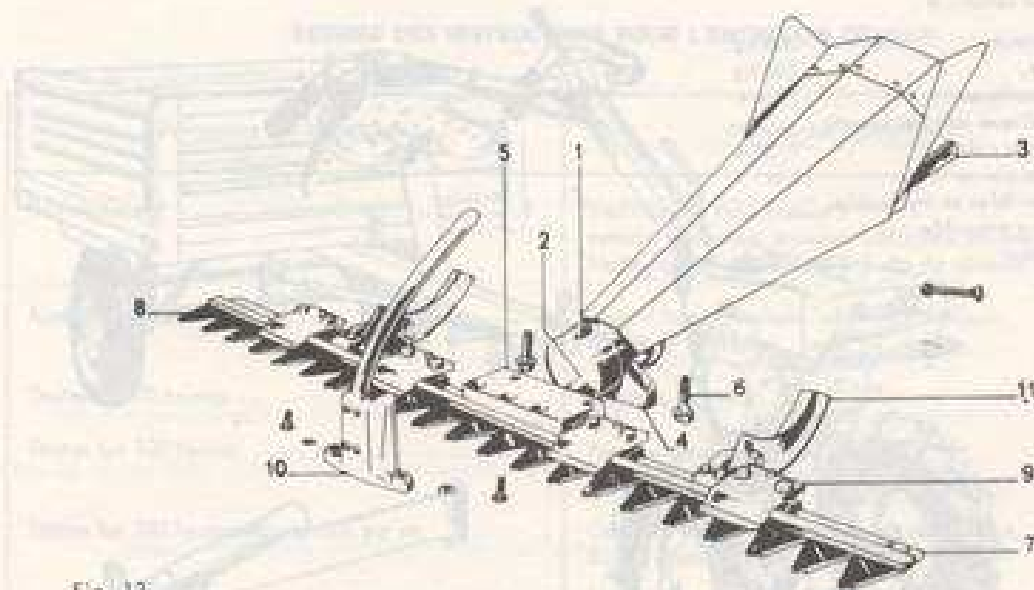

Fig. 13
a) Mécanisme de barre de coupe (Fig. 13)
b) **Barre de coupe** (Fig. 13)